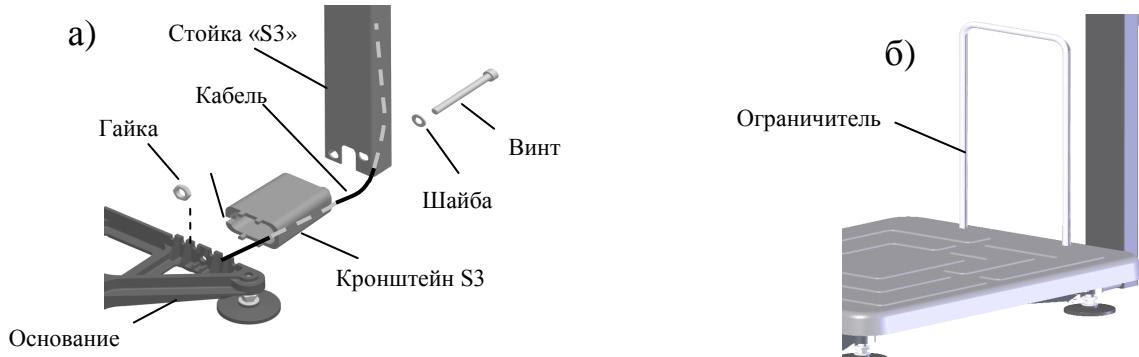

Рис. 5.2 - Крепление прямоугольной стойки к модулю TB-S_
- Протянуть кабель через кронштейн и стойку, Рис. 5.2 а.
Вложить в винт M8x130 шайбу 8. Вставить винт в отверстие стойки и пропустить его сквозь стойку, кронштейн (положение паза кронштейна см. на Рис. 5.2 а) и основание модуля. Стянуть винт гайкой M8.
- Плотно вставить в отверстия платформы ограничитель (Рис. 5.2 б).